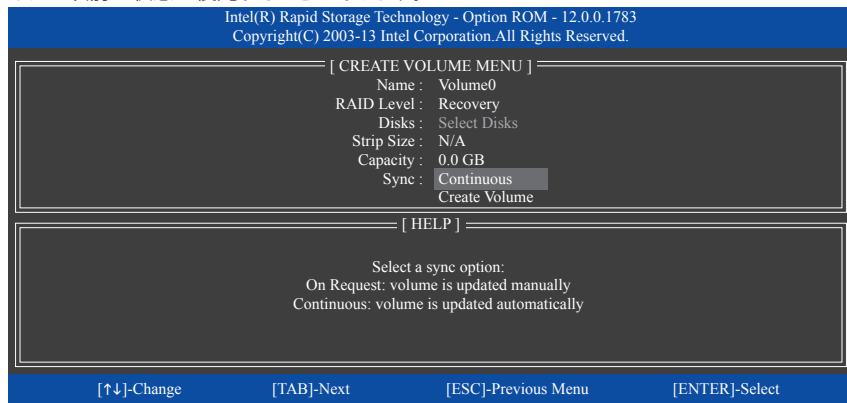

図 18
**Sync** の項目を、**Continuous** または **On Request** を選択します (図 18)。**Continuous** に設定されているとき、両方のハードドライブがシステムの取り付けられていれば、マスタドライブのデータを変更するとその変更はリカバリドライブに自動的かつ連続してコピーされます。**On Request** では、オペレーティングシステムの Intel® Rapid Storage Technology ユーティリティを使用してマスタドライブからリカバリドライブに手動でデータを更新できます。**On Request** では、マスタドライブを以前の状態に復元することもできます。